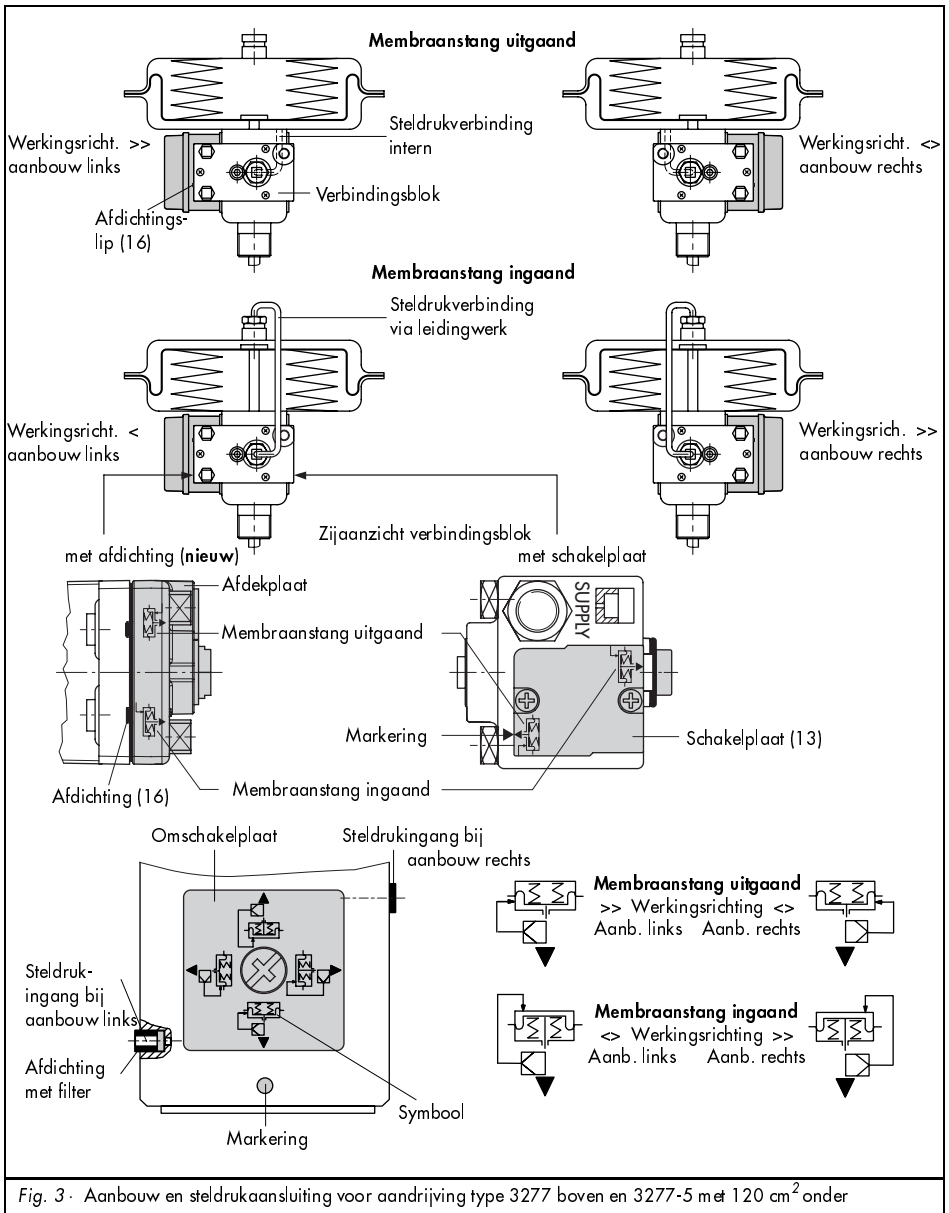

Fig. 3 - Aanbouw en steldrukaansluiting voor aandrijving type 3277 boven en 3277-5 met 120 cm2 onder
7. Controleer of de lip van de afdichting (16) aan de zijkant op het verbindingblok (fig. 3, midden) zodanig is uitgericht, dat het symbool voor "membraanstang uitgaand" resp. voor "membraanstang ingaand" overeenkomt met de uitvoering van de aandrijving. Anders moeten de drie bevestigingsschroeven worden verwijderd, de afdekplaat worden opgetild en de afdichting (16) moet dan 180° verdraaid weer worden geplaatst. Bij het **oude** verbindingblok moet de schakelplaat (13) zodanig worden verdraaid, dat het bijbehorende aandrijfsymbool naar de pijlmarkering staat gericht.
De steldruk wordt via de omschakelplaat (fig. 3 en 4, onder) naar de membraankamer geleid.